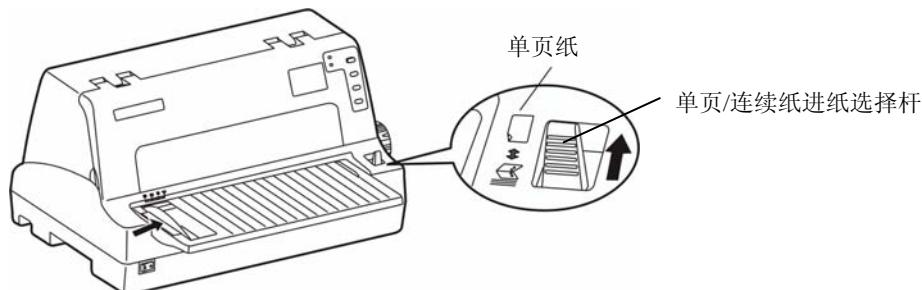

图 3-2 设定单页/连续纸进纸选择杆位置（单页纸）
- 设定单页/连续纸进纸选择杆于单页打印方式状态（如图 3-2 所示）。